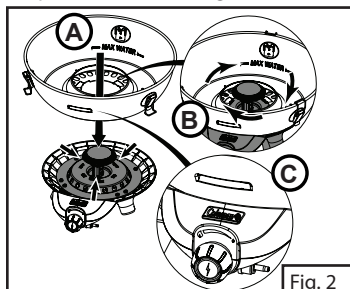

Fig. 2
4. La bandeja de agua estará preensamblada en la base del quemador. Si lo necesita, ajuste la bandeja de agua a la base del quemador girándola hacia la derecha (Fig. 2-B) hasta que la ventana del visor apunte hacia la perilla de control (Fig. 2-C).